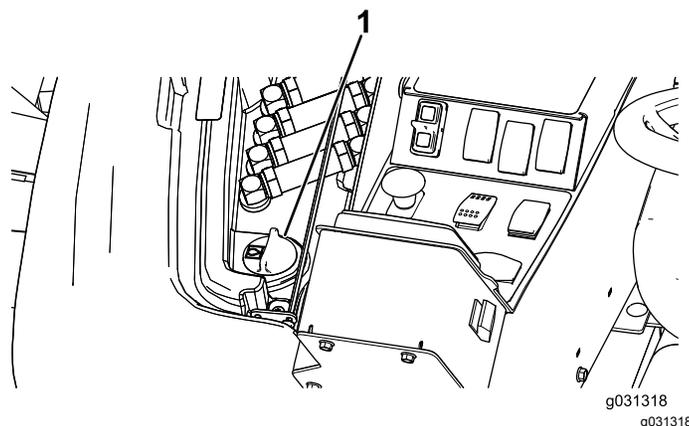

図 127
2. 機体右側のアクセスカバーを開くと油圧タンクのキャップがある 図 127。
3. 油圧オイルタンクの注油口周辺をきれいに拭き、キャップ 図 127 を外す。